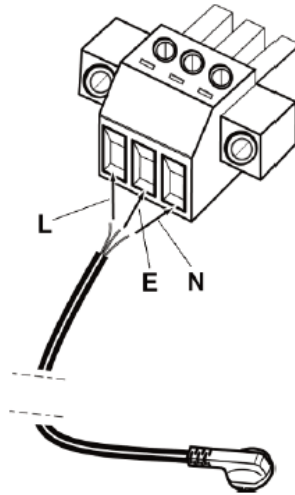

Figura 30 Diagrama esquemático de la conexión del cable de la fuente de alimentación principal del ZS-2000M o del ZS-4328IO
1. Desprenda la cubierta de un extremo del cable de alimentación de CA en 20 mm y conecte el cable al terminal de cableado de la fuente de alimentación principal, como se muestra en la figura 30.